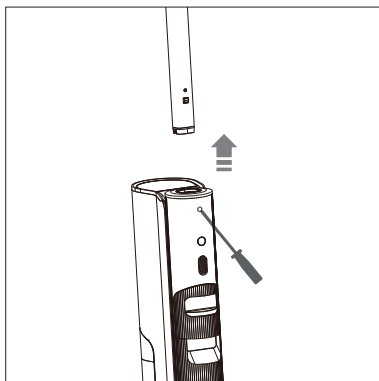

Fig. 20 – Retirer la poignée
- ▶ Appuyez avec un outil approprié (par exemple un tournevis) dans la petite ouverture sous la poignée et tirez la poignée vers le haut (**voir Fig. 20**).